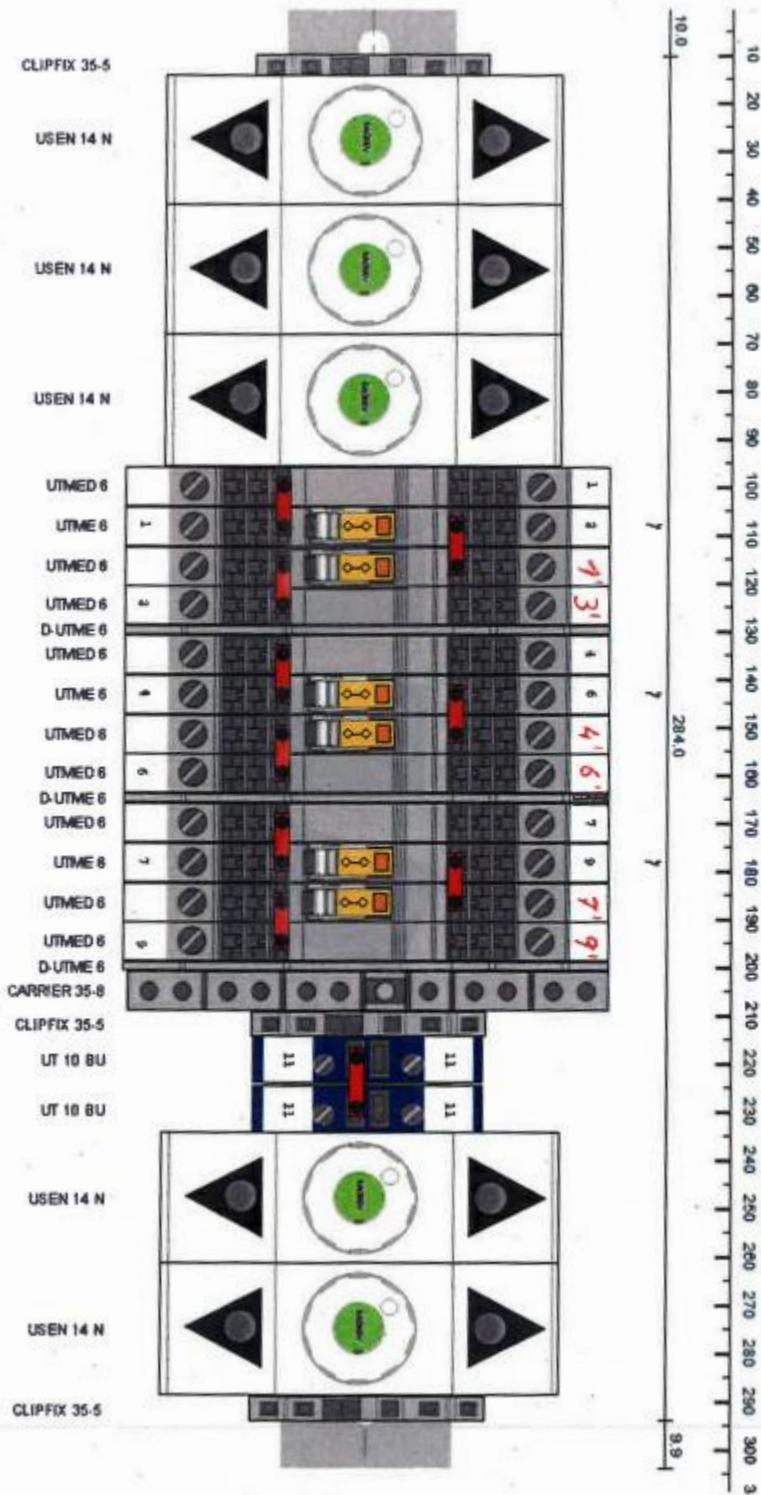

Fig. 2A : Assignment des connexions du bornier de Phoenix
- 6) Il vous sera remis la désignation du type de bornier Phoenix pour la commande et l'installation dans vos tableaux de comptage comme repris dans les annexes, fig. 2A, fig. 2B. Si vous avez des questions concernant l'approvisionnement, vous pouvez vous adresser au service électrique de la Ville d'Esch-sur-Alzette.